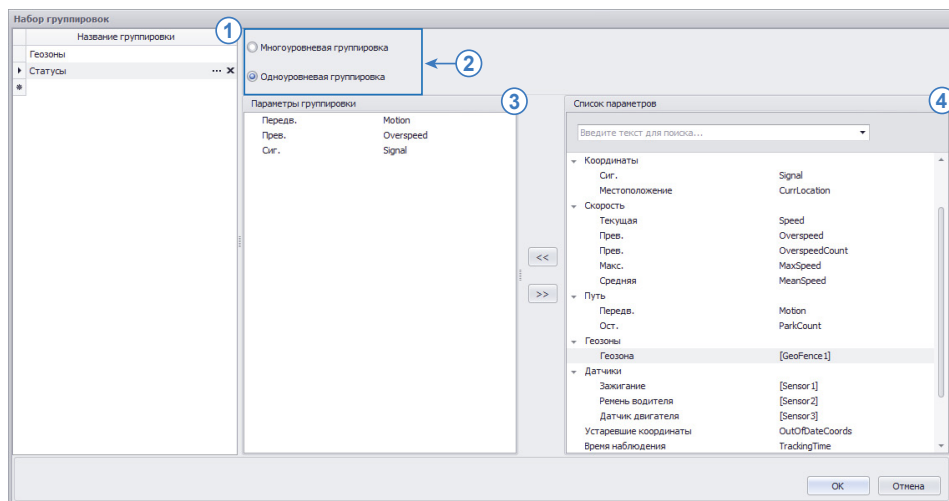

Рис.48. Меню «Набор группировок».
- В меню «Набор группировок» добавить новую группировку в список существующих (Рис.48, п.1) и задать название новой группировки. Для названия может быть настроена также таблица переводов.
- Выбрать тип группировки (Рис.48, п.2):
- Для созданной группировки задать список параметров, по которым выполняется группировка. Это может быть 1 или несколько параметров. Для этого необходимо перетащить нужные параметры из Списка параметров (Рис.48, п.4) в список «Параметры группировки» (Рис.48, п.3). Список параметров содержит все финальные параметры и параметры со включенной настройкой «Использовать в списках итоговых параметров (финальные)» того транспортного средства, на котором установлен курсор Селектора
устройств. При группировке выполняется поиск аналогичных параметров у других транспортных средств по именам параметров. Если такой параметр добавлен в обработчик данных другого транспортного средства, то это ТС также участвует в группировке. Порядок параметров в списке 3 (**Рис.48**) определяет порядок многоуровневой группировки. Для удаления параметра из группировки необходимо выбрать этот параметр и нажать кнопку «Del», либо использовать кнопку «Удалить параметр из группы».